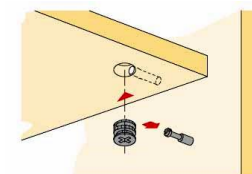

Рис.2 Схема установки эксцентрика
3. На дет. 163, 164,165 установить соединительные болты эксцентриковых стяжек В, на дет. 166, 167 – эксцентрики соответственно (см. рис. 2);
5. Соединить дет.165 с дет.166 эксцентриковыми стяжками В (см. рис. 2);
6. Соединить детали 163,164 с деталями 165,166,167 эксцентриковыми стяжками В (см. рис. 2);
7. Соединить детали 163, 164, 165 с дет.161 эксцентриковыми стяжками В (см. рис. 2);
9. Соединить детали 168 и 169 с дет. 166 и 167 соответственно эксцентриками В (см. рис. 2);
10. Соединить дно 162 с дет.165 эксцентриковыми стяжками В (см. рис. 2), и с дет. 163,164,168,169 евроинтами Е;
12. Установить на рамку 176 штки эксцентриков, поставить и закрепить рамку на фасадной стороне комода при помощи эксцентриковых стяжек (см.рис.2);